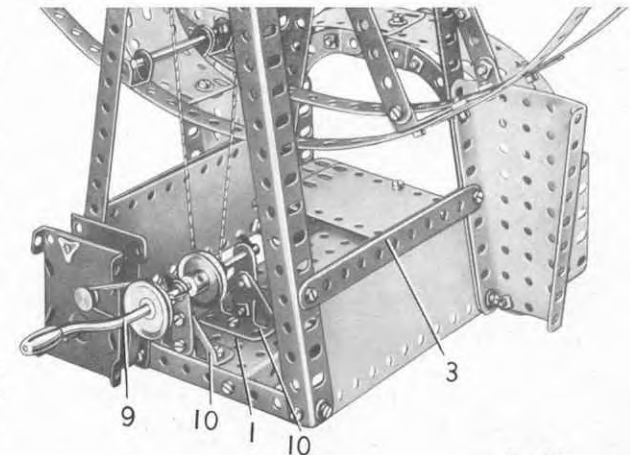

Fig. 5.9a
Un moteur mécanique *Magic*, boulonné sur la base, entraîne une poulie de 25 mm. bloquée sur la manivelle (9). Cette dernière passe dans des bandes de 3 trous fixées à des embases triangulées coudées (10) boulonnées sur la plaque à rebords (1). Une poulie de 12 mm. à moyeu montée sur la manivelle est reliée par une corde à l'une des poulies (7). La poulie de 12 mm. à moyeu est fournie avec le moteur mécanique *Magic* ; elle est placée derrière la seconde poulie de 25 mm. que l'on voit sur la manivelle dans la figure 5.9a.